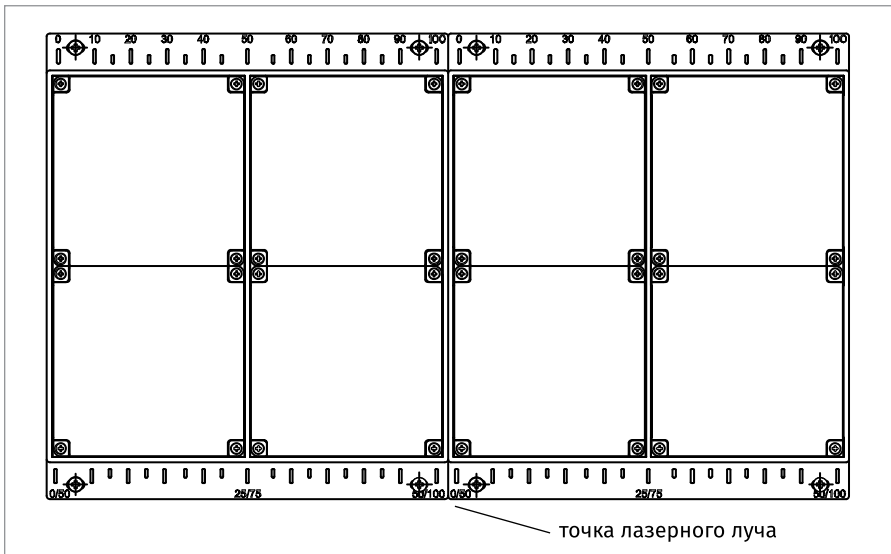

Рисунок 15.
- с помощью регулировочных винтов по вертикали и по горизонтали настроить положение приемо-передатчика таким образом, чтобы луч лазерного указателя находился по центру нижней кромки рефлектора-отражателя, как показано на Рисунок 15;